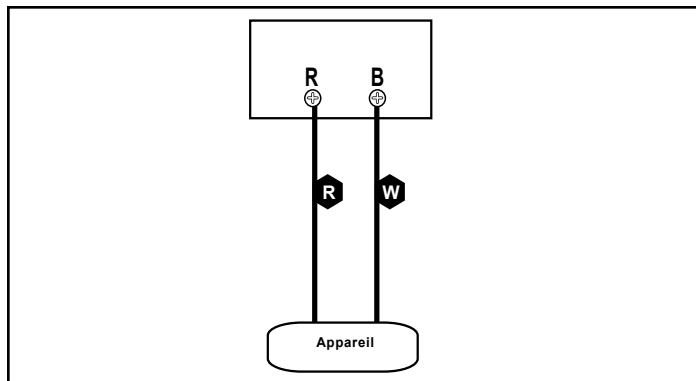

Figure 20.2
5. Connectez le fil de votre thermostat aux bornes W et R (Figure 20.2).